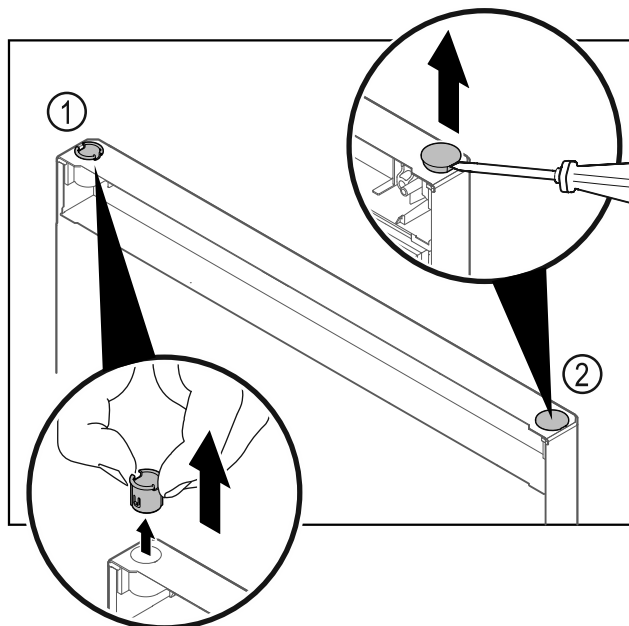

Fig. 28 Дверь холодильного отделения
- ▶ Пальцами вытяните шарнирную втулку Fig. 28 (1).
- ▶ Шлицевой отверткой осторожно подцепите и извлеките заглушку Fig. 28 (2).